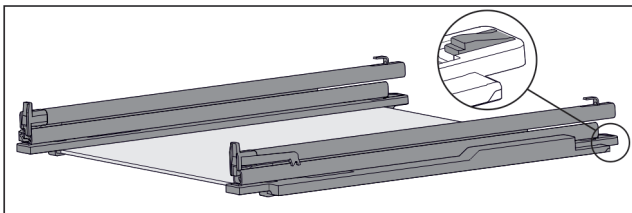

Fig. 105 Placa de vidrio con guías y piezas de sujeción
- ▶ Presione hacia abajo la pieza de sujeción por detrás (consulte Fig. 105) y, simultáneamente, deslice la guía hacia atrás.